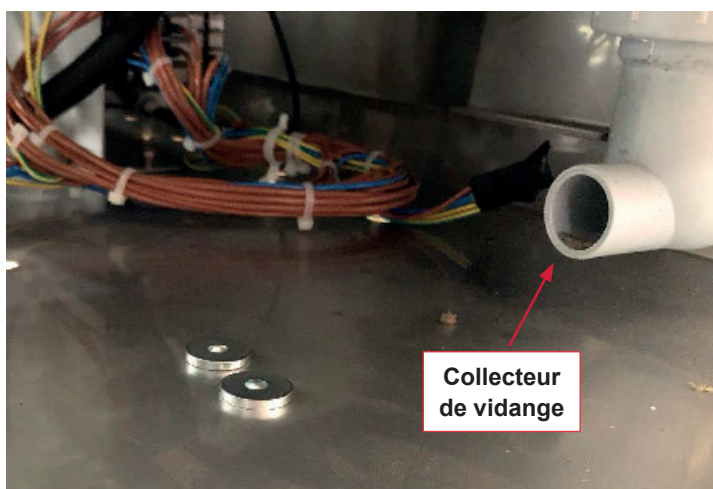

Figure 3 : Position du collecteur de vidange.
- Relâcher le tuyau d'évacuation et tourner le collecteur de vidange de 90° dans le sens des aiguilles d'une montre. **Voir figure 3.**